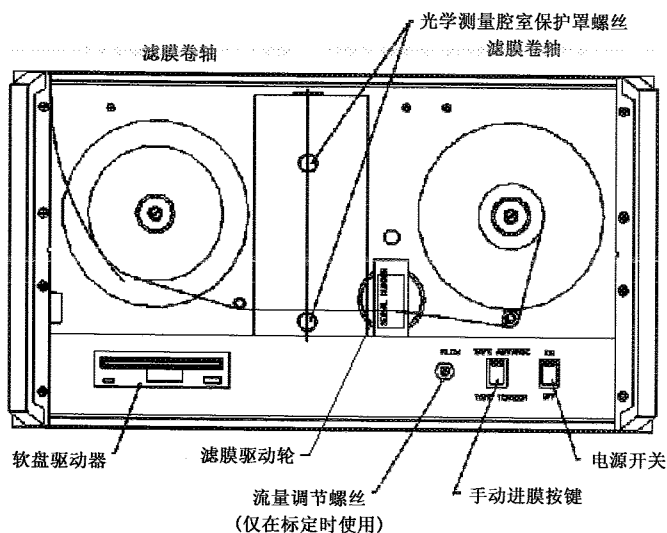
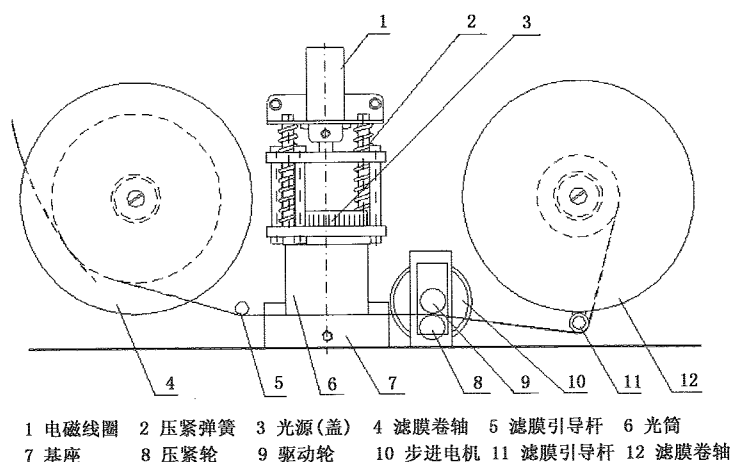
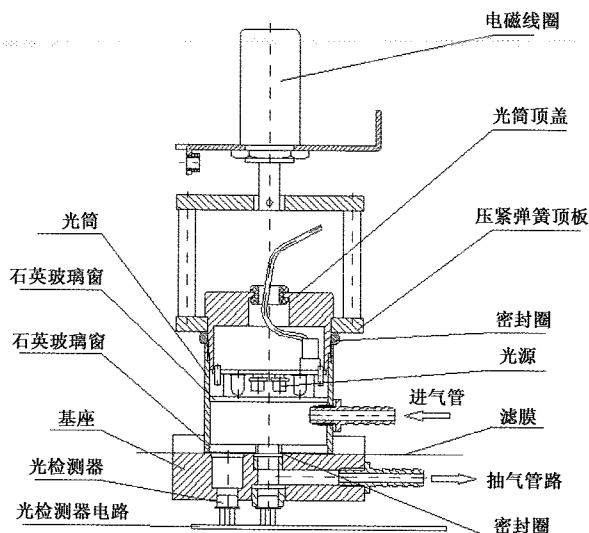

图 3-3 黑碳仪前面板内侧的部件
图 3-7 光学测量腔室和滤膜带驱动机构的局部示意图
图 3-8 光学测量腔室详细局部示意图
仪器主机的前面板可以打开。打开后, 可以看见位于中央的光学测量腔室(位于保护罩内)、由一个进膜驱动器和两个滤膜带卷轴组成的滤膜带驱动装置, 以及位于基板下部的软盘驱动器、流量调节螺丝、手动进膜按键、电源开关等(图 3-3)。
打开前面板后，取下保护罩，即可以看见光学测量腔室。光学测量腔室和其上部光源、下部光学检测器构成了仪器的光学测量系统。图 3-7 和图 3-8 分别显示了光学测量腔室（移去了保护罩）的正面和侧向剖面。光学测量腔室位于机箱前部的中央，由光源、光筒和基座构成。光筒后侧连接有进气管；基座正对光筒中央的部位安装有不锈钢丝网，其下部连接抽气管路；滤膜带在光筒和基座之间穿过，在不锈钢丝网上面的滤膜部分就是滤膜带的采样区（点）。光源位于光筒的上部，透过石英玻璃窗口自上而下照射滤膜带。光筒内的气体管路全部采用透明塑料树脂，光筒筒体采用金属制作，内外表面涂黑，光筒外还有保护罩，以防止外部光线干扰。基座内有两个光电检测器，一个位于滤膜带的采样区下方，一个位于参照区下方，用来测定采样区和参照区的透射光强。通常情况下，光筒被其上部的两根弹簧压紧
在基座上,以保持采样区四周的气密性;更换滤膜带或滤膜带进位时,光筒上面的电磁线圈吸合,抬起光筒,以便让滤膜带通过。光学测量腔室的剖视结构可参见图 3-8。
黑碳仪采用加强的石英滤膜带,可按运行要求实现自动换膜。滤膜带驱动装置由两个滤膜带卷轴、进膜驱动器构成(图 3-3 和图 3-7)。左侧的滤膜带卷轴为新滤膜带的供应卷轴,是一个被动卷轴;右侧的为使用过的滤膜带卷轴,卷轴后部装有步进电机,是一个主动卷轴。在光学测量腔室与右侧的滤膜带卷轴之间是进膜驱动器,由一个步进电机带动的驱动滚轮和一个压紧滚轮构成。
滤膜带进位时,光学测量腔室的光筒抬起,驱动滚轮带动滤膜带进位 0.7cm(或者为 1.5cm),右侧卷轴也同时转动,拉紧滤膜带(可打滑,以防止拉断滤膜带)。在正常测量状态下,仪器根据设定的参数自动控制滤膜带进位,也可手动控制滤膜带进位(图 3-3)。
3)旋下两个滤膜带卷轴上的塑料挡板(图3-7中的4和10)的两个螺丝;
6)打开左侧簧片,从左侧(供给)卷轴(图3-7中的4)上取下旧的滤膜带;
11) 并从右侧(收纳)卷轴(图 3-7 中的 10)上取下旧滤膜带(连同硬纸板做的轴芯和固定簧片一起);